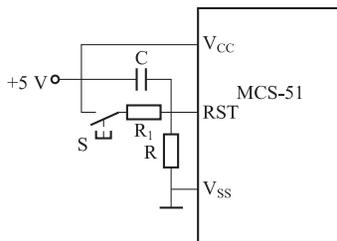

图 2-7 人工复位
(2) 人工复位。人工复位如图 2-7 所示, 是将一个按钮开关并联于上电自动复位电